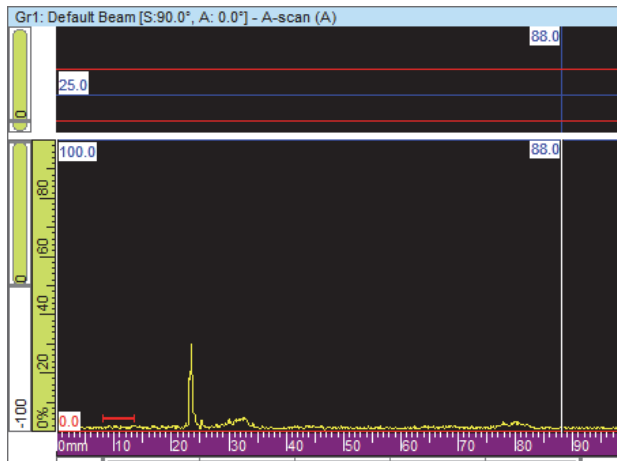

図 4-30 最初の TCG ポイントを追加する前の A- スキャン
5. A-スキャンで明確に定義されたエコーが取得されるように、プローブを配置します (132 ページの図 4-30)。